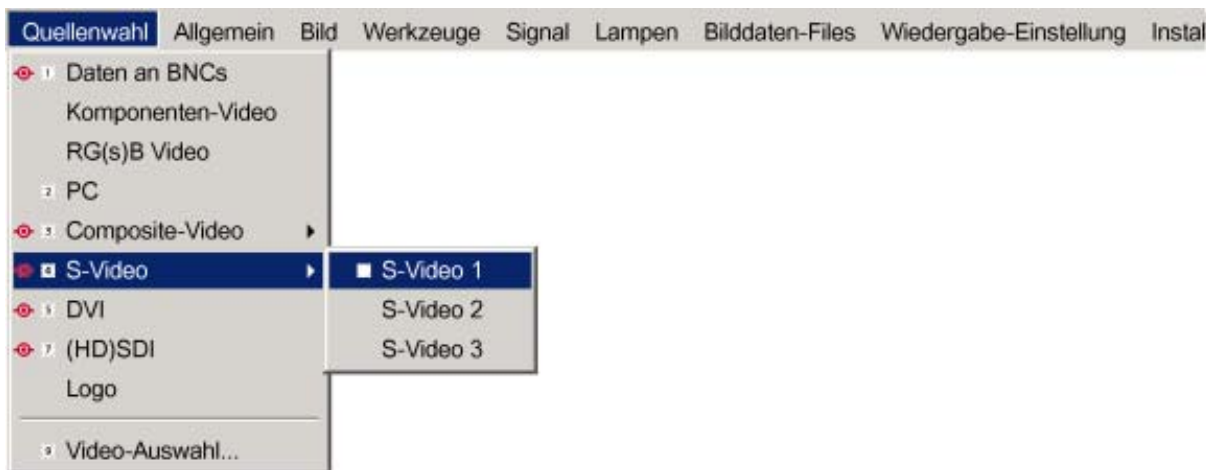

Abbildung 6-4
5. Wählen Sie mit der Taste ↑ oder ↓ einen der verschiedenen S-Videoeingänge aus. (Abbildung 6-4)